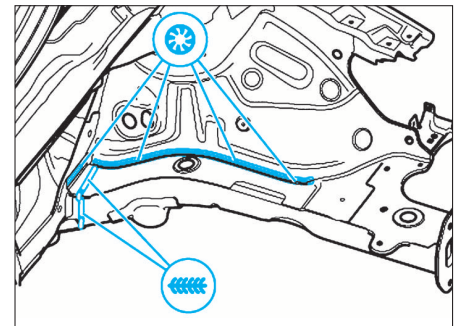

FIG. 5
- Souder la zone de jonction, soudure en cordon continu sous gaz de protection (Fig.5).